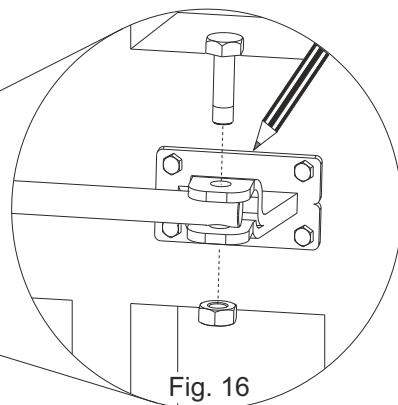

Fig. 16
- 3) Fixer la tige sur l'attaque antérieur (Fig. 16)